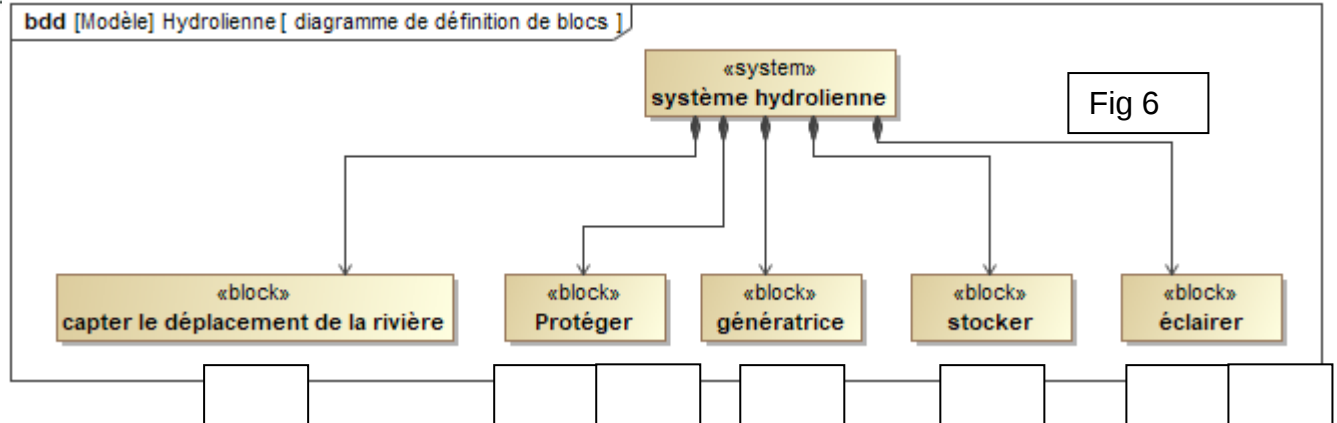

Fig 6
- c) Associe chaque bloc du diagramme de définition de blocs (fig 6) à la bonne solution technique (photos ci-dessous fig 5) en positionnant les bons numéros en dessous de chaque bloc sur la figure 6.